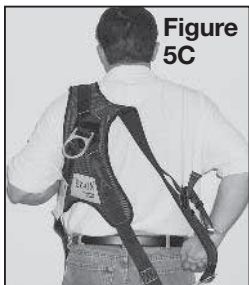

Figure 5C
ÉTAPE 2 (figure 5C) Agrippez tout d'abord l'une puis l'autre bretelle avant, passez-les par les bras et en position sur les épaules. La plaque de l'anneau en D doit se trouver à plat contre votre corps et l'anneau en D en position vers l'extérieur et les deux lettres « A » doivent être visibles.